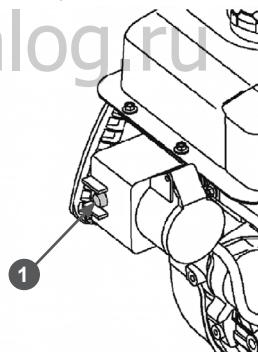

Рис. 41 Кнопка включения электрического стартера
- Нажмите кнопку 1 включения электрического стартера и удерживайте ее (Рис. 41).